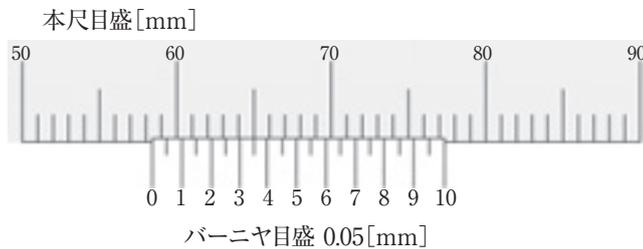

図3
(6) 図3に示すノギスの目盛は何[mm]を表しているか。最も適切なものを1～5から一つ選べ。